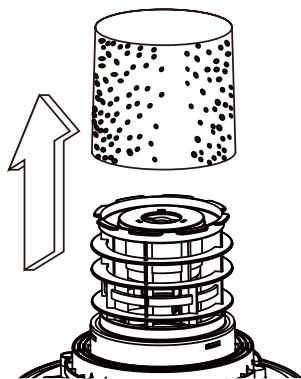

Fig. 18
27. Para quitar el filtro de espuma para aspirar en mojado, coloque el cabezal motriz boca abajo y quite cuidadosamente el filtro de espuma para aspirar en mojado 19. **Fig. 18.**